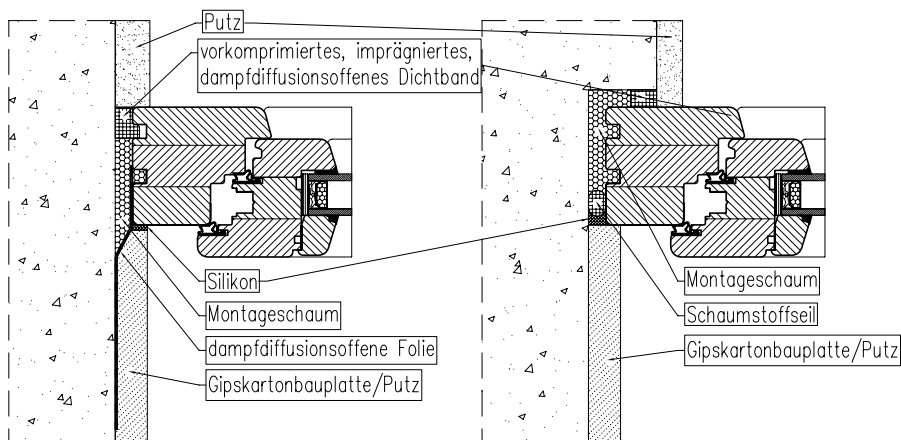

Abb. 5. Die Abdichtung der Spalten zwischen einem Fenster ohne Laibung und mit Laibung im Wandrahmen eines vollen Mauerwerkes
- bei einer Fensteröffnung ohne Fensterlaibung: das Dichtband an die äußere Kante des Blendrahmens oben und an den Seiten kleben, so dass das Band den Raum zwischen dem Rahmen und der Laibung abdichtet (Abb. 5, S. 9).
- bei einer Fensteröffnung mit Fensterlaibungen: das Dichtband an die Kante der Laibung anbringen, so dass es den Raum zwischen dem Rahmen und der Laibung abdichtet und nicht über das lichte Öffnungsmaß hinausgeht (Abb. 5, S. 9).
15. Die Innenseite der Fuge ist rundum des gesamten Umfangs mit einer dampfdiffusionsoffenen Folie oder Silikon abzudichten (Abb. 5, S. 9). Um die Fuge richtig zu formen und den Silikonverbrauch zu reduzieren, kann ein Schaumstoffseil verwendet werden (Abb. 5, S. 9).
- b) von innen (Schaumstoff, dampfdiffusionsoffene Folie oder Silikon); verputzen, mit Gipskartonplatte (G-K) abdecken oder mit Putz versehen (Abb. 5, S. 9).